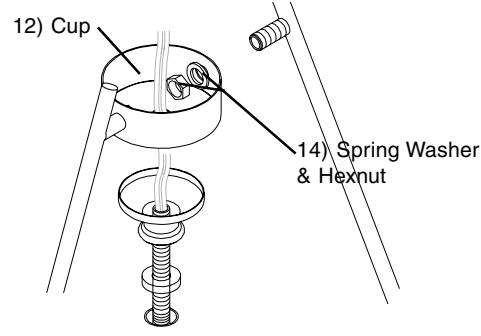
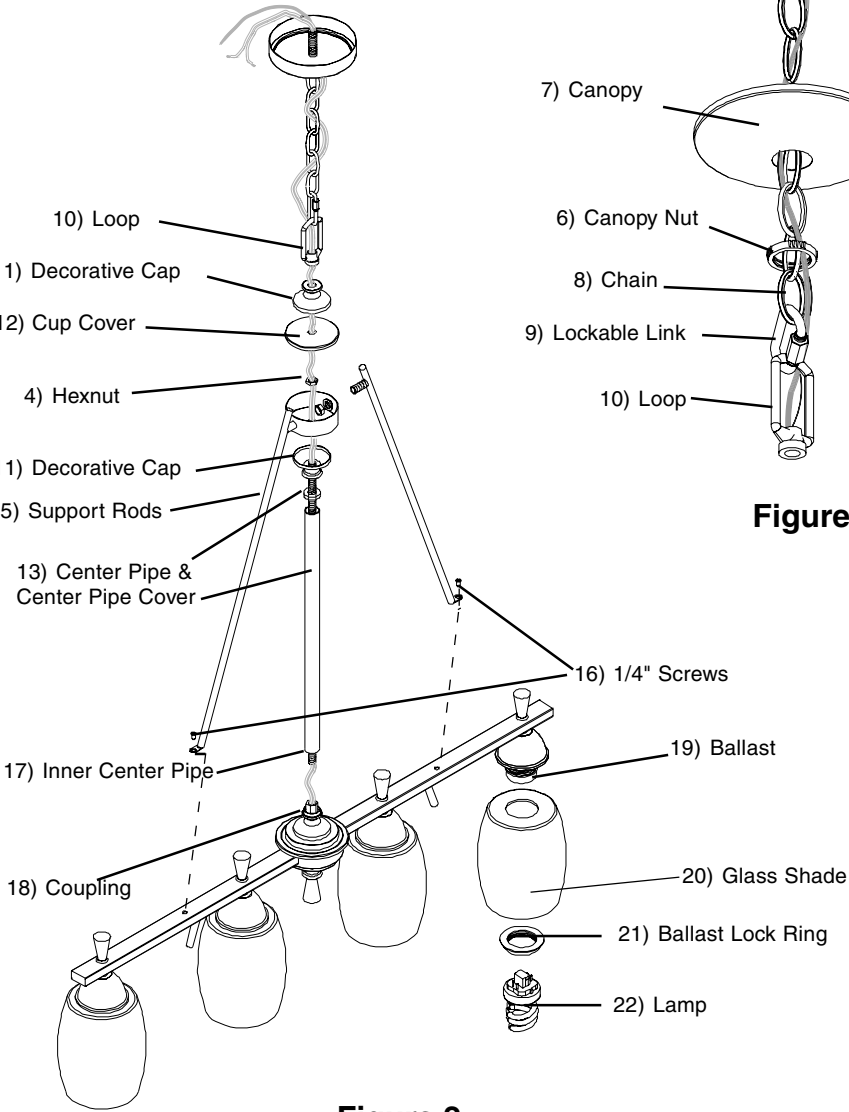

Figure 3
Figure 2
- Insert Lamps.** **See Fig. 2.**
2. Hold fixture wires and fully thread Inner Center Pipe (17) onto Coupling (18) in center of Fixture. See Fig. 2.
3. Slide Center Pipe & Pipe Cover (13), Decorative Cap (11) and Cup (12) over Inner Center Pipe and thread Hexnut (4) onto Inner Center Pipe to secure Cup to Center Pipe assembly. See Fig. 2.
4. Install Support Rods (15) to Cup (12), by removing Spring Washers and Hexnut from Support Rods and threading short extension of Rods through holes in Cup and secure each with one Spring Washer & Hexnut (14). **See Fig. 3.**
5. Slide Cup Cover over Cup (Note: *Rotate Support Rods to the side for Cup Cover to fit between Rods*). Slide top Decorative Cap over Inner Center Pipe and thread Loop (10) onto Inner Center Pipe.
6. Secure Support rods to Fixture bar using two 1/4" Screws (16) installed in Fixture bar. **Set Fixture assembly aside. See Fig. 2.**
2. Sostenga los alambres del luminario y rosque totalmente el Tubo de Centro Interior (17) al Acoplador (18) en el centro del Luminario. Vea Fig. 2.
- Deslice el Tubo de Centro y su Cubierta (13), Tapa Decorativa (11) y Copa (12) sobre el Tubo de Centro Interior e rosque la Tuerca Hexagonal (4) al Tubo de Centro Interior** para asegurar la Copa al ensamblaje del Tubo de Centro. Vea Fig. 2.
- Instale Varillas de Soporte (15) a la Copa (12),** quitando las Arandelas de Resorte y Tuerca Hexagonal de las Varillas de Soporte y roscando la extensión corta de las Varillas a través se los agujeros en la Copa y asegure cada una con una Arandela de Resorte y una Tuerca Hexagonal (14). **Vea Fig. 3.**
- Deslice la Cubierta de la Copa sobre la Copa** (Nota: *Gire las Varillas de Soporte al lado para que la Tapa de la Copa para que quepan entre las Varillas*). Deslice la Tapa Decorativa de arriba sobre el Tubo de Centro Interior y rosque el Lazo (10) al Tubo de Centro Interior.
- Asegure Varillas de Soporte a la barra del Luminario usando dos Tornillos de 1/4" (16) instalados en la barra del Luminario. **Ponga el Ensamblaje del Luminario a un lado. Vea Fig. 2.**
- Inserte las Lámparas.** **Vea Fig. 2.**